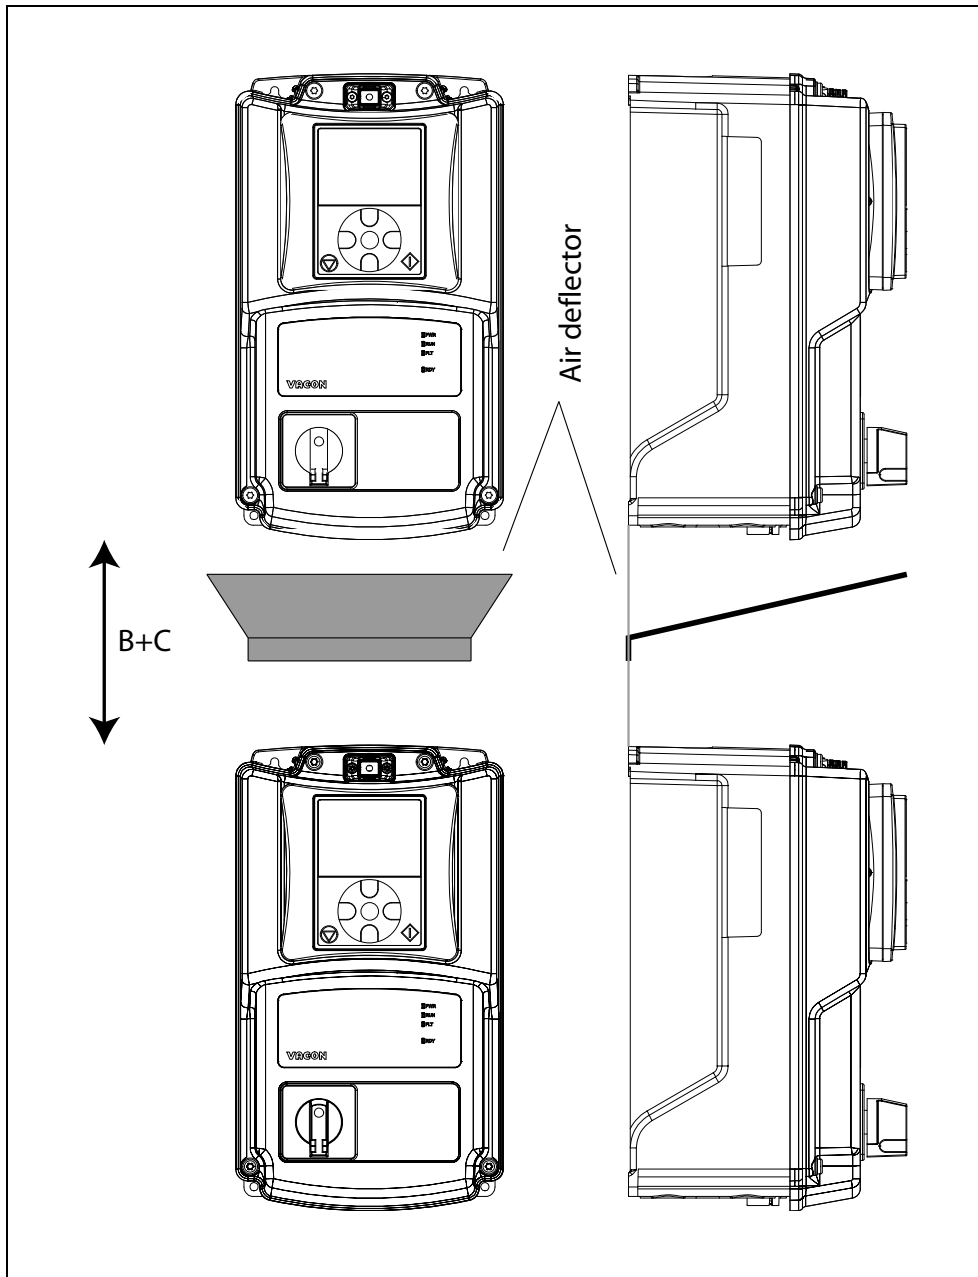

Abbildung 14. Installationsabstände, wenn Frequenzumrichter übereinander montiert werden.
**Es ist zu beachten**, dass im Falle einer Montage mehrerer Geräte übereinander der erforderliche Freiraum B+C entsprechen muss (siehe Abbildung 14.). Zudem muss die Abluft, die vom unteren Gerät zum Kühlen verwendet wird, vom Lufteinlass des oberen Geräts z.B. mithilfe eines Metallplättchens, das zwischen den Frequenzumrichtern an der Wand befestigt wird, abgelenkt werden, wie auf Abbildung 14. gezeigt wird.